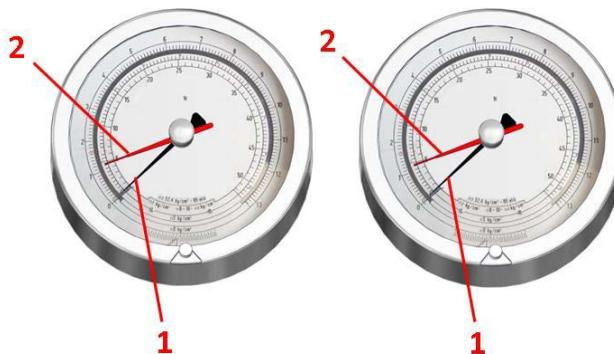

Abbildung 5.6.1
3. Stellen Sie den roten Druckanzeigestift (Pos. 2, Abbildung 5.6.1) am Druckmessgerät manuell auf null.
2. Stellen Sie den roten Druckanzeigestift (Pos. 2, Abbildung 5.6.1) am Druckmessgerät manuell auf null.